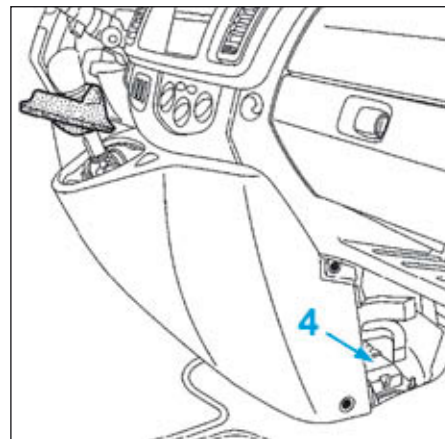

FIG.26
- le calculateur d'airbag (4) (Fig.26).